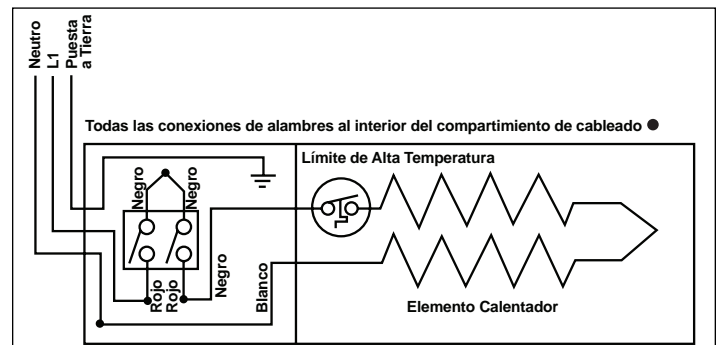

Figura 3
**120 Voltios:** Si el zócalo SoftHEAT es de 120 voltios, conecte entre sí los dos alambres negros provenientes del termostato. Luego conecte el alambre blanco proveniente del zócalo al alambre neutro del suministro eléctrico (figura 3). Luego conecte el alambre negro proveniente del zócalo a uno de los alambres rojos del termostato. Finalmente conecte el alambre de suministro negro restante al otro alambre del calentador.